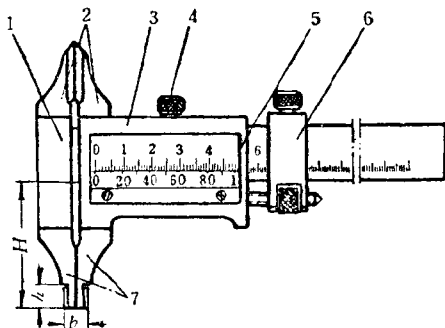
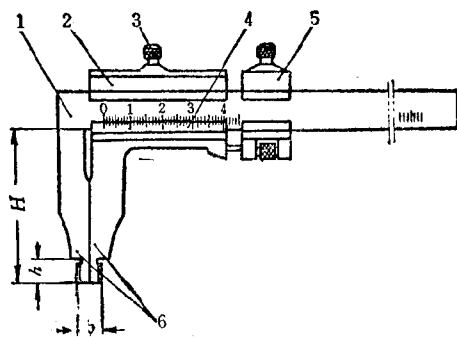

图5 测量范围为0~200和0~300毫米的游标卡尺的型式之一：
图 6 测量范围为 0~200 和 0~300 毫米的游标卡尺型式之二:
2. 测量范围为0~200和0~300毫米的游标卡尺，可制成为的一面有内外量爪和另一面有划线量爪的游标卡尺（图5）。
3. 测量范围为 0~200 和 0~300 毫米的游标卡尺,也可以做成只在一面有内外量爪的游标卡尺 (图 6), 而测量上限大于 300 毫米的游标卡尺只制成这种一面有内外量爪的型式。
图 5 和图 6 两种卡尺的内测量爪的測量面是一个圆柱面，而不是小平面。根据 GL 12-62 的规定：測量上限大于 125 毫米的游标卡尺，内量爪的測量面应具有半径不大于内量爪总厚度一半的圆柱形測量面。例如，这两种游标卡尺的内測量爪合攏时，总厚度一般为 10 毫米，所以倒圆半径 r 应小于 5 毫米，内量爪的总厚度 b 应刻在量爪的側面上。同时，这个厚度也决定了游标卡尺所能測量出的最小内徑尺寸。在測量工件内徑时，游标卡尺的讀数必須加上量爪的总厚度，才能得到真正的内徑尺寸。
第三步 利用游标尺决定游标尺 0 綫和它左边最近的主尺刻綫間的距离（小于 1 毫米）；也就是要找出游标尺上第几条刻綫同主尺刻綫相对齐，然后再乘以游标讀数（即 0.1 毫米）。在图 6 中，游标尺的第五刻綫与主尺刻綫刚好对齐，所以讀数为 $5 \times 0.1 = 0.5$ 毫米。